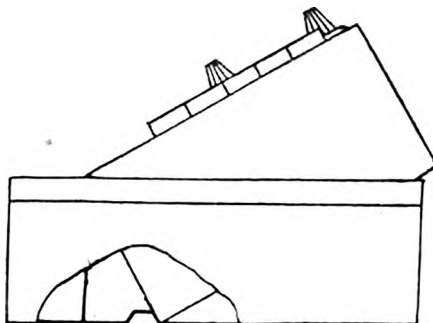

Рис. 3.
6.6. Для удобства работы прибор устанавливается в футляр, как показано на рис. 3.